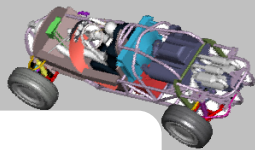

图 3.13.41 “全圆打断的圆数量”对话框
Step4. 在“标准选择”工具栏中单击按钮，系统弹出图 3.13.41 所示的“全圆打断的圆数量”对话框。